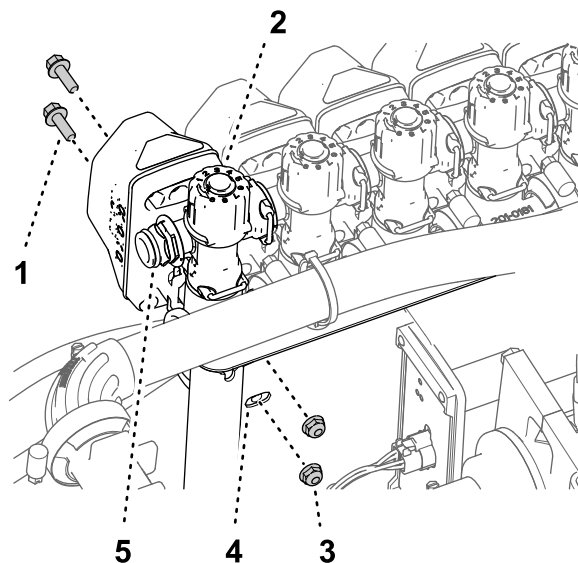
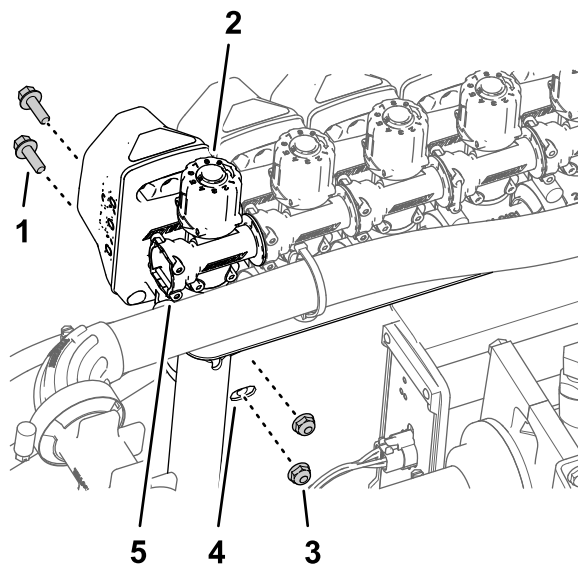

Рисунок 106
Рисунок 107
3. Установите клапан сопла 10 на опору крепления клапанов (Рисунок 106 или Рисунок 107) с помощью 2 болтов с фланцевыми головками ($\frac{1}{4} \times \frac{3}{4}$ дюйма) и 2 контргаек ($\frac{1}{4}$ дюйма), снятых при выполнении пункта 2 раздела Демонтаж клапанов секций с крепления коллектора (страница 39).